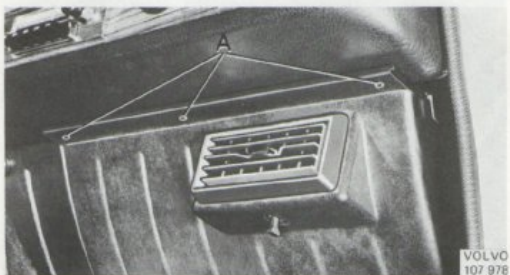

Bild 85. Demontering av aggregat tid.utf.
9. Lossa skruvarna (A bild 85) och lägg ner aggregatet på golvet i vagnen.